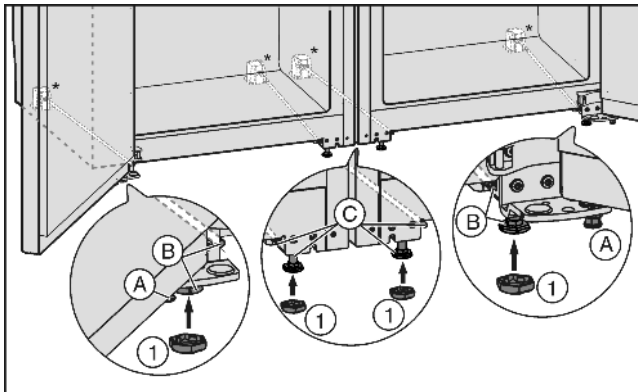

Fig. 4
- ▶ Drei helt inn justeringsføttene Fig. 4 (A) foran på begge enhetene, slik at de ikke berører gulvet.
- ▶ Sett hettene Fig. 4 (1) på de fire fremre justeringsføttene.
- Drei inn de midtre justeringsføttene Fig. 4 (C), slik at de ikke berører gulvet.
- Juster kombiskapet over de ytre justeringsføttene Fig. 4 (B).
- Senk de midtre justeringsføttene Fig. 4 (C) igjen, til de berører gulvet.
- Deretter støttes døren: Senk justeringsføttene Fig. 4 (A) på lagerbukken, til de ligger mot gulvet, drei så videre 90°.